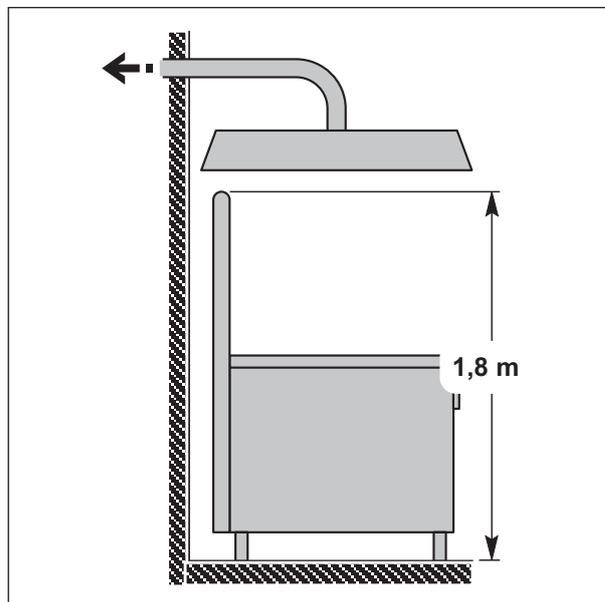

Fig. 27 Scarico fumi attraverso cappa di aspirazione
- La parte terminale del condotto di evacuazione dell'apparecchiatura deve trovarsi a circa **1,8 m** dalla superficie di appoggio dell'apparecchiatura e la sezione di sbocco del condotto di evacuazione dei prodotti di combustione deve essere collocata entro il perimetro di base della cappa (vedi Fig. 27 Scarico fumi attraverso cappa di aspirazione).